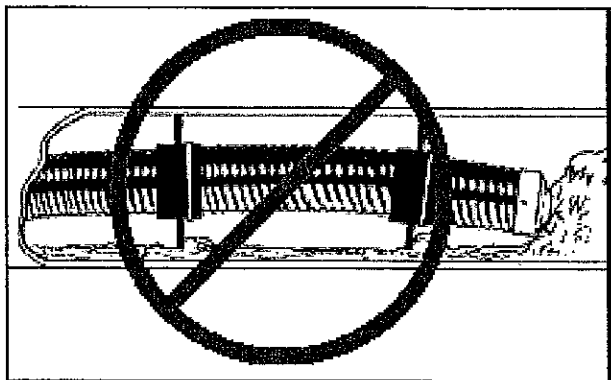

図 16 カメラヘッドで障害物を取り除かないこと
カメラヘッドで障害物を取り除かないでください！カメラヘッドを破損させる恐れがあります。シーSnakeは検査機器ですので、清掃を行なう場合はより効果的な他の機器をお使いください。絶対に障害物を取り除くために使用しないでください。(図 16 参照)
4. カメラの寿命を長く保つためには、絶対に配管内の障害物をカメラヘッドで取り除こうとしないでください。(図 16 参照)